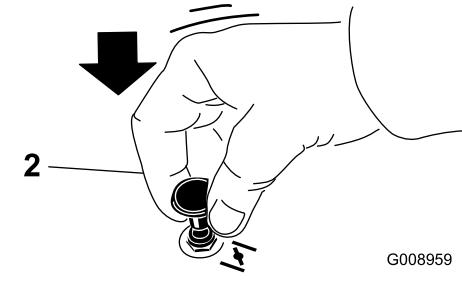

Figure 17
1. Tirez sur la commande de starter pour engager le starter avant d'utiliser le commutateur d'allumage (Figure 17).
2. Poussez sur la commande pour désengager le starter lorsque le moteur a démarré (Figure 17).